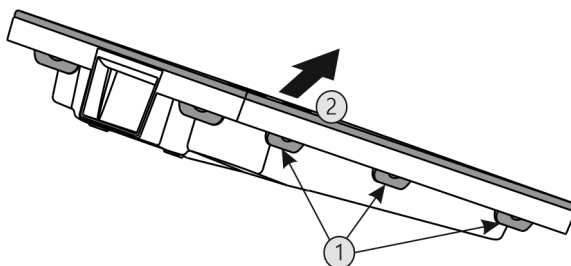

Fig. 31
- ▶ Postupne stlačte všetky spony Fig. 31 (1) a odoberte kryt Fig. 31 (2).